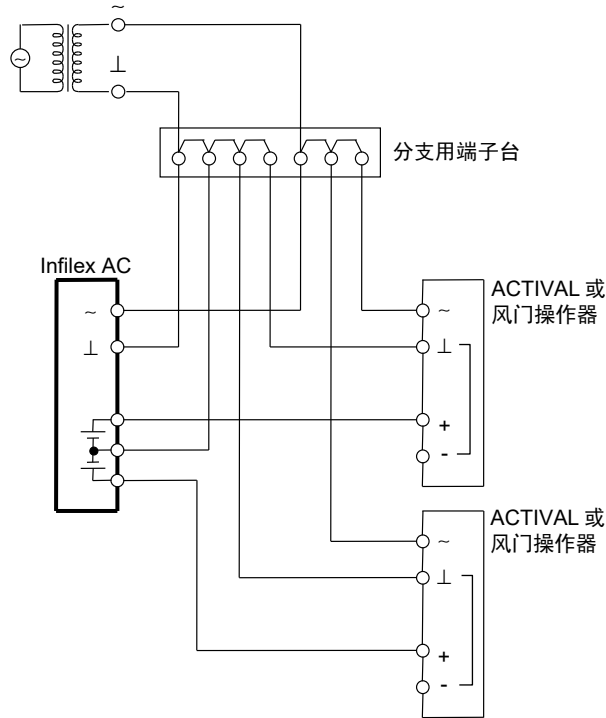

图 10. 配线例: 系统公共端连接
- 请在紧邻变压器的前端用端子台对⊥线进行分支，与各机器连接。(参考图10)